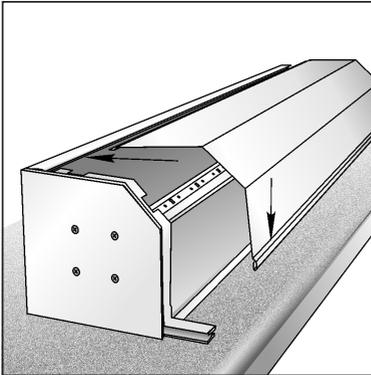

Abb. 03
- b) Verpackung des Rollladenkastens (Abb. 03, 04);